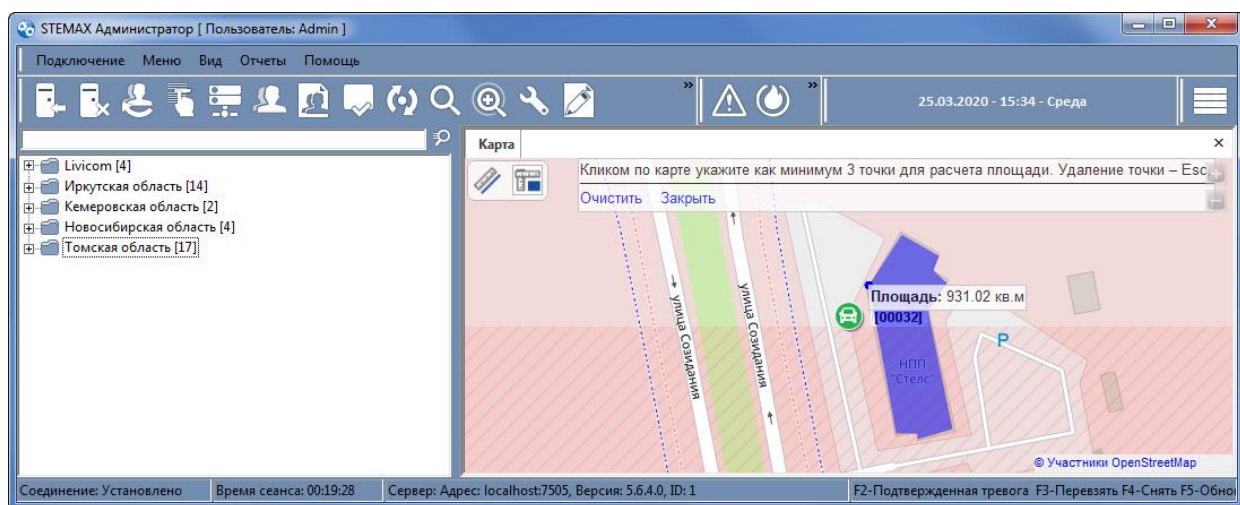

Рисунок 17.10 — Измерение площади
2. Щелкая левой кнопкой мыши по карте, обозначьте на ней вершины интересующей вас фигуры. Программа автоматически соединяет прямой линией две последние точки и, после того как указано более двух точек, отображает площадь обозначенной фигуры (см. рисунок 17.10). Для удаления точки нажмите кнопку Esc.